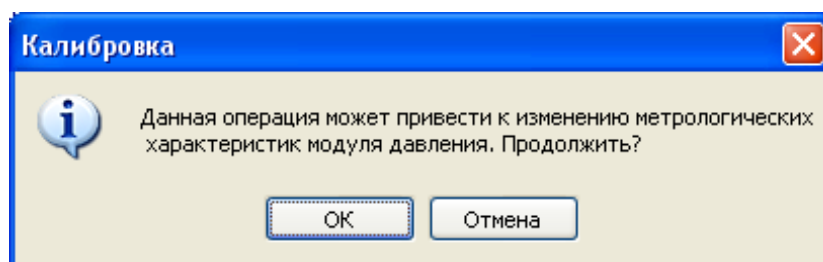
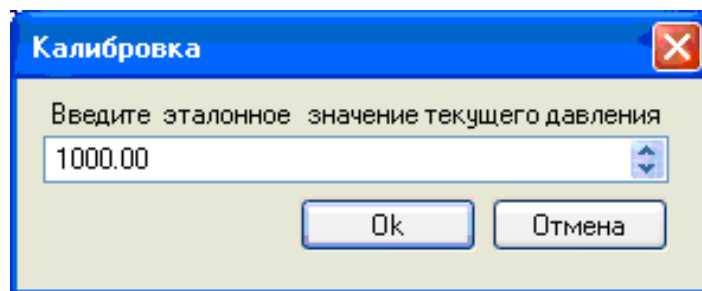

Рисунок 4.91 – Запрос на изменение калибровочной информации
Рисунок 4.92 – Ввод эталонного значения давления
- после установления показаний на модуле давления нажать кнопку «Калибровать»; ответив на запрос утвердительно (см. Рисунок 4.91), в программу следует ввести воспроизведенное на эталоне значение давления (см. Рисунок 4.92).